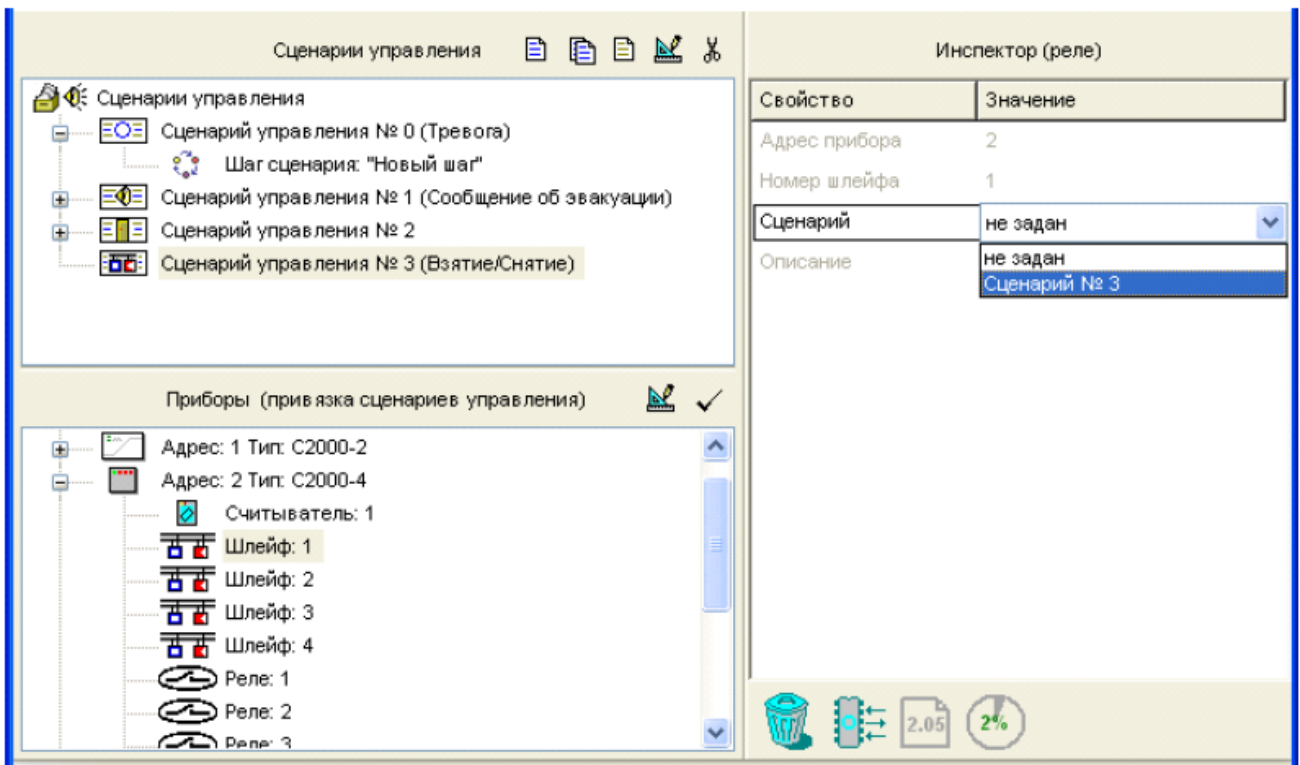

Рисунок 53
- ✓ *Привязать создаваемый сценарий управления к управляемой зоне/зонам*, которым пульт будет выдавать управляющие команды в рамках создаваемого сценария. Для этого следует в окне сценариев управления отметить нужный сценарий управления, затем в нижнем окне выбрать управляемую зону и либо нажать кнопку  в палитре инструментов окна привязки, либо выбрать нужное значение параметра «Сценарий» в окне «Инспектор» (см. Рисунок 53).